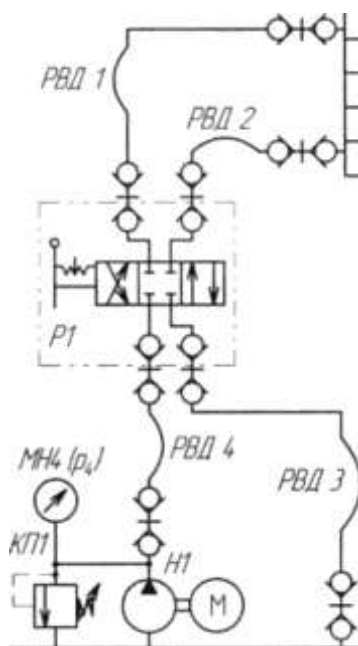

Рис.1 - Схема гидравлическая для выполнения лабораторной работы
5. Повторить работы по п.1.,4 для распределителей: четырехлинейного трехпозиционного распределителя с запертым центром и соединенными линиями А и В со сливом, рис. 1.